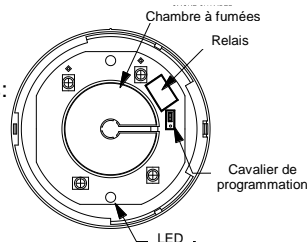

Figure 3. Dessin de la structure du détecteur Lorsque le couvercle est enlevé.
- Voir figure 3. Il y a un cavalier proche du relais. Retirer le cavalier et le replacer sur la position NO.